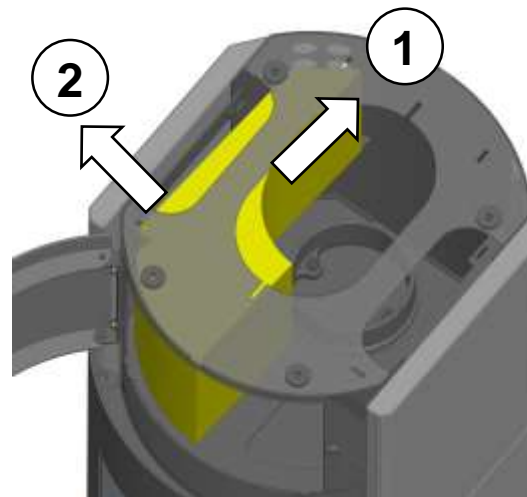

Fig. 10 : positionner la pierre accumulatrice
5. Pousser la pierre accumulatrice jusqu'au fond (Fig. 10 pos. 1). Pousser ensuite la pierre accumulatrice vers l'extérieur, dans la partie avant (Fig. 10 pos. 2).